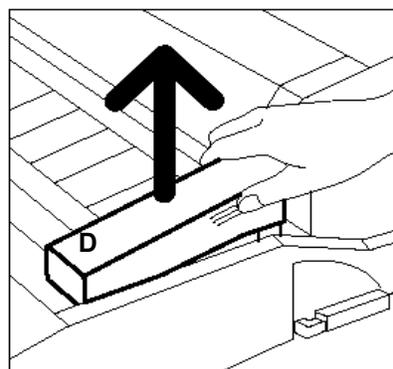

Abb. 36: Gebrauchten Fixierölbehälter herausnehmen (D)
- 6** Den Fixierölbehälter waagrecht hochheben (s. Abb. 36). Den Behälter über dem Fixieranlagenbereich halten, bis überschüssiges Öl abgetropft ist. Beim Entfernen vom Gerät ein Blatt Papier unter die Behälteröffnung halten, um Tropfen aufzufangen